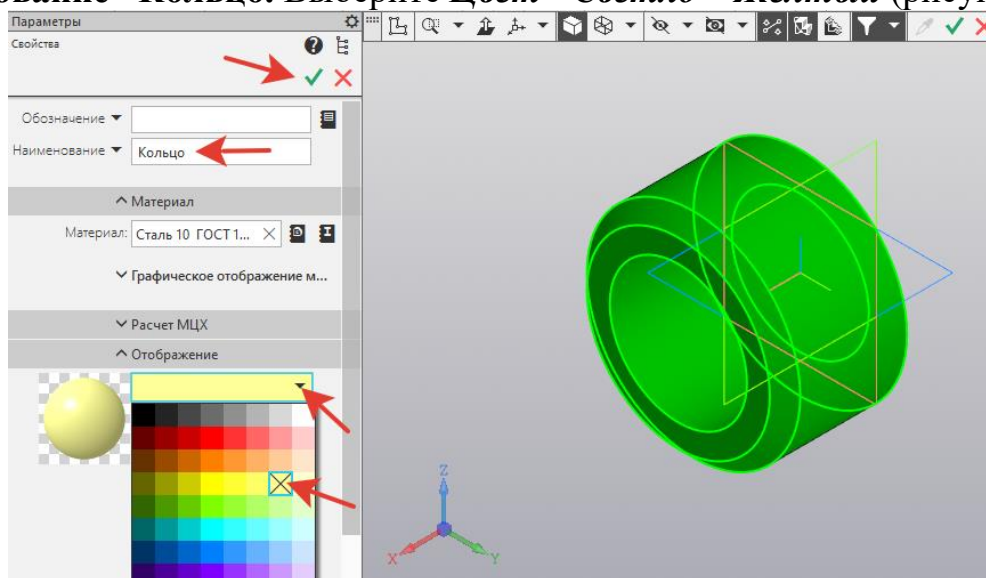

Рисунок 131.
9. В **Дереве модели** правой клавишей нажмите **Деталь** - **Свойства** - **Наименование** - **Кольцо**. Выберите **Цвет** - **Светло** - **Желтый** (рисунок 131).